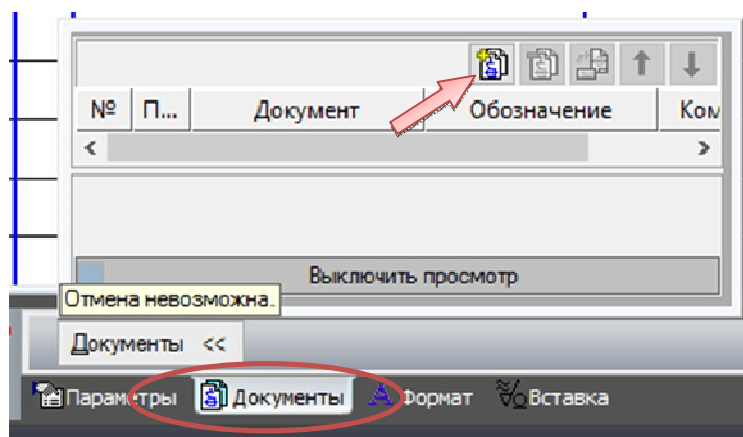

Рис. 3.10. Добавление документа
- Откройте вкладку «Документы» на Панели свойств. Нажмите кнопку «Добавить документ»  (рис. 3.10).